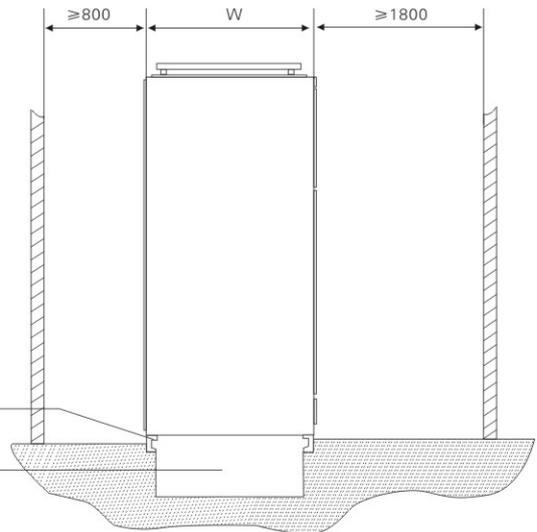

图1
5.1 产品的安装应按安装示意图进行(见图1、表4)。基础槽钢和采用螺栓固定方式时的螺栓由用户自备。主母线连接时，如表面因运输、保管等原因有不平整时需平整后再连接紧固。